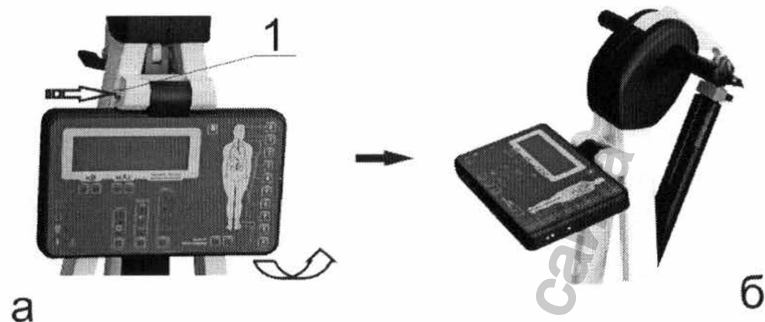

Рис. 9. Последовательность перевода пульта оператора (устройства управления) из транспортного положения в рабочее:
- ▶ Перевести устройство управления из транспортного положения в рабочее (Рис. 9). Для этого следует: освободить фиксацию устройства управления при помощи нажатия кнопки 1 на колонне Аппарата (Рис. 9 а), поднять устройство управления в рабочее положение (Рис. 9 б).